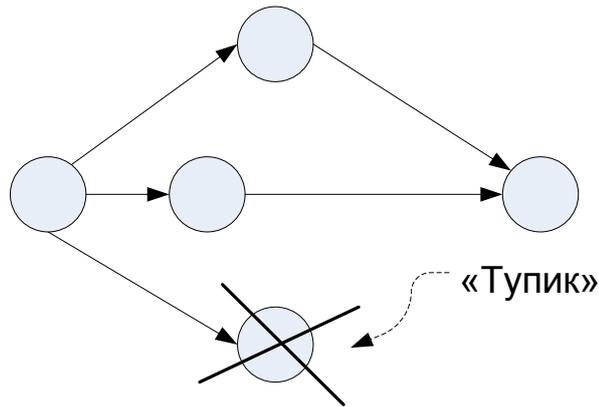

Рис. 1.12. Тупикова подія
14. Не повинно бути тупикових подій (крім завершальної події), з яких не виходить жодної роботи (рис. 1.12).